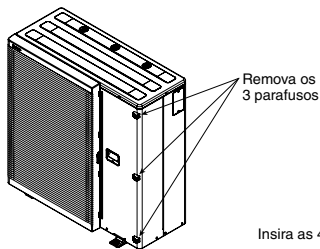

Fig. 6-1
1. Remova os 3 parafusos fixos na chapa frontal da cabina. (Fig. 6-1)